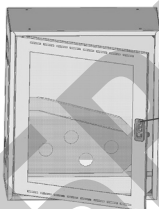

Рисунок 8
- 5) В двери необходимо открутить два самореза 4,2x13 мм фиксирующих ручку в двери. Затем необходимо перевернуть ручку дном вверх (рисунок 8а). Открутив третий саморез 4,2x13 мм в ручке необходимо повернуть металлический язычок 13 на 180° градусов. Далее снова фиксируем третий саморез на место (рисунки 8б)
Рисунок 8 а
Рисунок 8 б